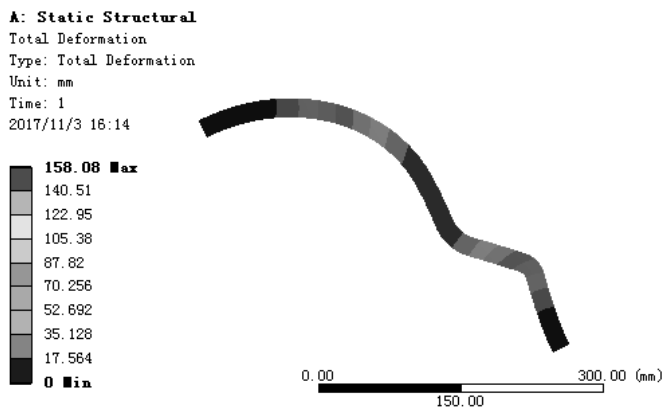

图 7.5.53 位移变形结果图解
(3) 查看位移变形结果图解。在“Outline”窗口中选中 **Total Deformation**，查看图 7.5.53 所示的位移变形结果，其最小位移为 0 mm，最大位移为 158.08 mm。